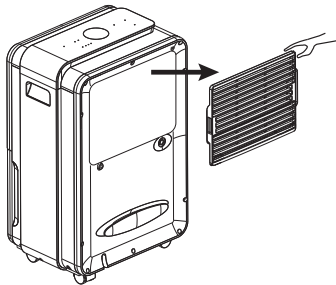

Рис. 6
**Для проведения чистки выполните все указанные на рис.6 действия:**